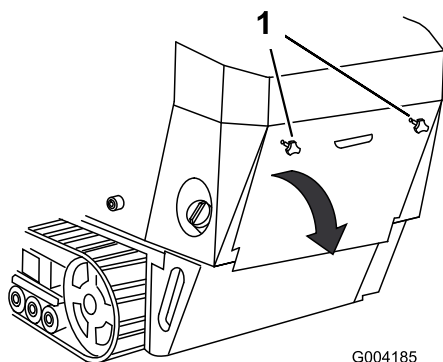

Figura 29
1. Desenrosque los 2 pomos que fijan el panel de acceso trasero a la máquina (Figura 29).
2. Baje el panel de acceso trasero y retírelo para tener acceso a los componentes internos (Figura 29).